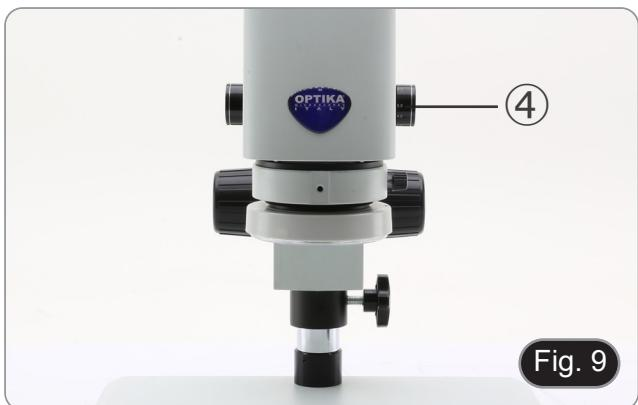

Fig. 9
1. Girar el anillo de ajuste del zoom ④ hasta el mínimo aumento. (Fig. 9)
3. Girar el anillo de ajuste del zoom ④ hasta el máximo aumento.
1. Girar el anillo de ajuste del zoom ④ para cambiar el aumento al nivel deseado. (Fig. 9)